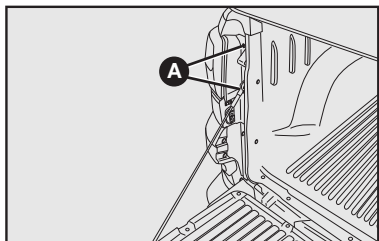

fig. 31
2) Utilizando uma chave “phillips” (não fornecida), soltar os parafusos de fixação da lanterna **A**—**fig. 31**, conforme indicado.